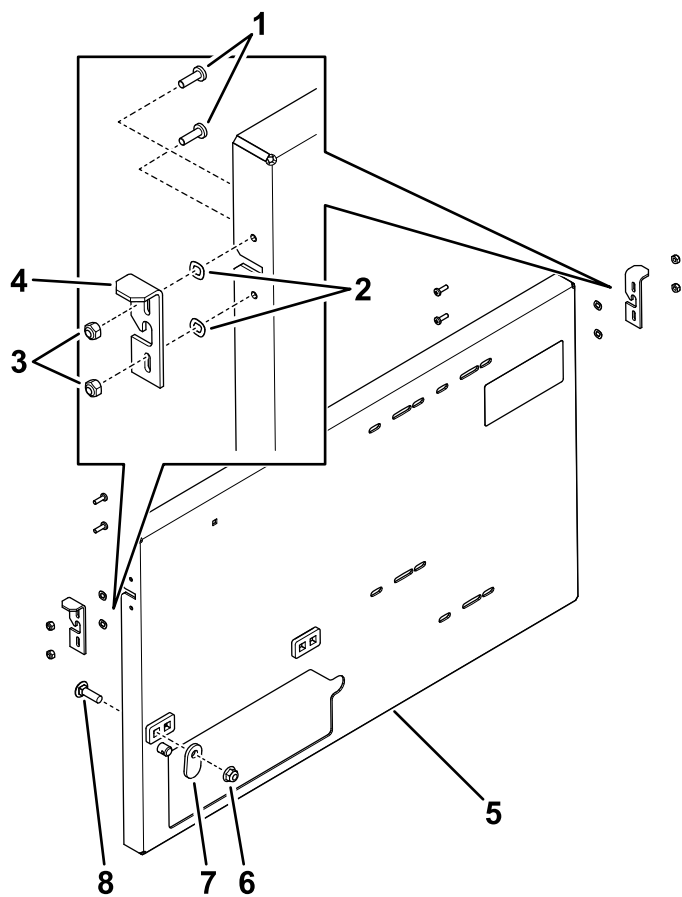

Figure 5
1. Fixez les crochets gauche et droit sur la plaque latérale avec les vis cruciformes, les rondelles élastiques et les contre-écrous, comme montré à la Figure 5.
- Fixez le loquet avant à la plaque latérale à l'aide d'un boulon de carrosserie (3/8" x 1 1/4") et d'un écrou à embase (3/8"), comme montré à la Figure 5.